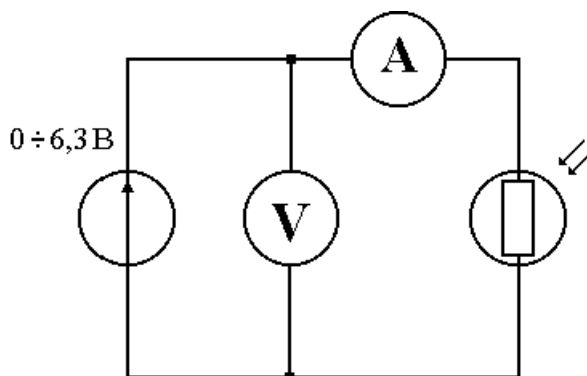

Рис. 1
На рис. 1 представлена электрическая схема. В качестве источника ЭДС используется генератор регулируемого постоянного напряжения блока ИПС1, работающий в диапазоне 0..6,3 В. Такое включение измерительных приборов позволяет исключить шунтирование вольтметром
1. Соберите схему, показанную на рис.1.
6. Определите по спектральной характеристике край собственного поглощения λ_0 . Оцените ширину запрещенной зоны полупроводника ΔE , из которого сделан фоторезистор, по формуле (5). Запишите полученное значение в электрон-вольтах. Определите, пользуясь таблицей 1, полупроводник, из которого сделан фоторезистор.